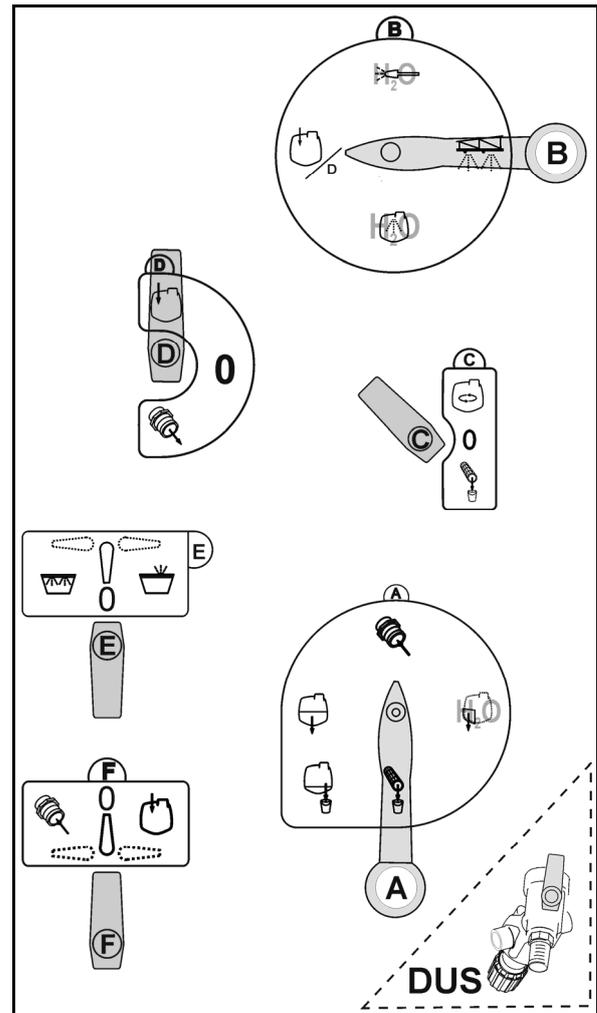

Fig. 15
3. Portare i rubinetti di commutazione del quadro di comando nella posizione indicata (Fig. 15):